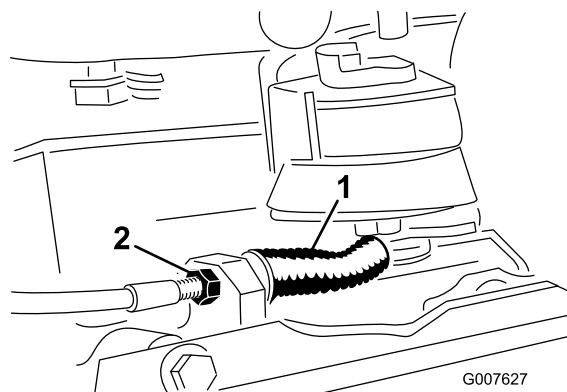

Figura 34
- Para reducir la tensión del cable, afloje la contratuerca delantera del cable y apriete la contratuerca trasera (Figura 34). Repita los pasos 1 y 2 y vuelva a ajustar si es necesario.
- Para aumentar la tensión del cable, apriete la contratuerca delantera del cable y afloje la contratuerca trasera (Figura 34). Repita los pasos 1 y 2 y vuelva a ajustar si es necesario.